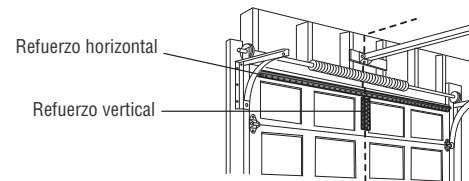

FIGURA 1
- Taladre los orificios de sujeción de 3/16 de pulg. Fije la ménsula de la puerta con dos tornillos autorroscantes de 1/4 de pulg.-14 x 5/8 de pulg. (Figura 1)